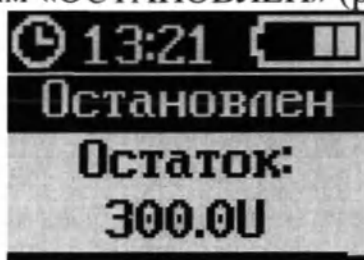

Рисунок 40 – Экран режима «ОСТАНОВЛЕН»
1. Перевести помпу в режим «ОСТАНОВЛЕН» (рисунок 40).